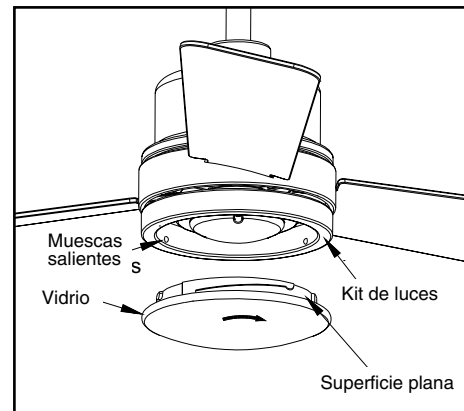

Figura 15
luces hacia la derecha y aprieta los tornillos. Vuelve a instalar el tornillo que retiraste en el paso 3 y apriétalo firmemente. (Figura 15)
5. Coloca la pantalla de vidrio dentro de la carcasa kit de luces alineando las tres áreas planas en la parte superior de la pantalla con las tres muescas salientes en la carcasa. Gira la pantalla de vidrio de izquierda a derecha hasta que se detenga. (Figura 15)